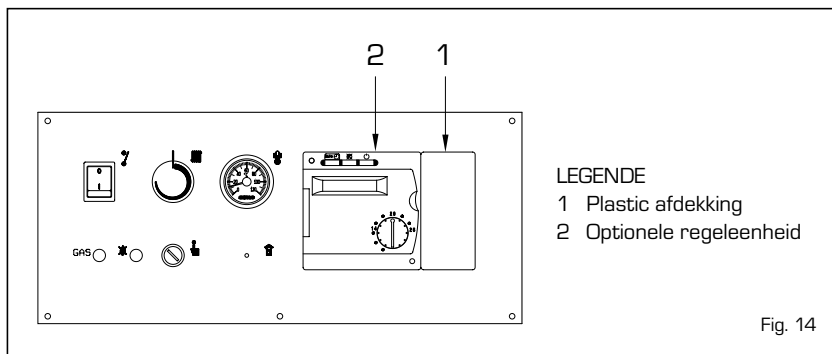

Fig. 14
Alle functies van de boiler kunnen bediend worden door de verwarminginstallatie code 8096303, die voorzien is van een sonde buitentemperatuur (SE) en een sonde gedompeld in de boiler (SC) (fig. 14). Voor de regelenheid moet een extra serie laagspanningsconnectors aangesloten worden om de voelers en de omgevingsunit aan te sluiten (de connectors zitten in een zakje in het bedieningspaneel).